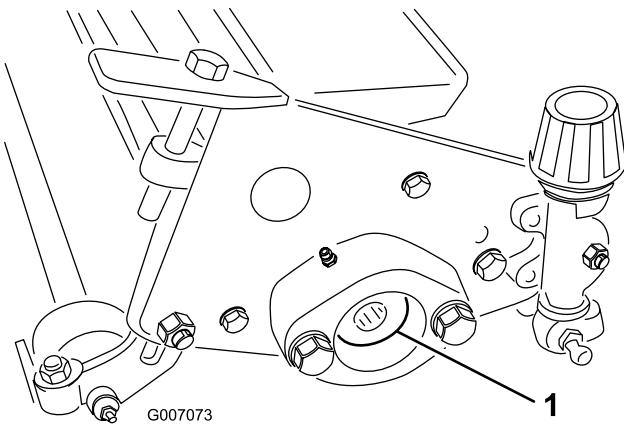

Figura 12
1. Allentare le (2) viti e rondelle che fissano il contrappeso all'estremità del dispositivo antifeltno. Rimuovere il contrappeso.
2. Allentare le (2) viti che fissano il motore del cilindro all'altra estremità del dispositivo antifeltno. Rimuovere il motore del cilindro.
3. Rimuovere i (2) viti a testa cilindrica e le rondelle di sicurezza che fissano gli alloggiamenti dei cuscinetti del cilindro a ciascuna estremità del dispositivo antifeltno (Figura 12).